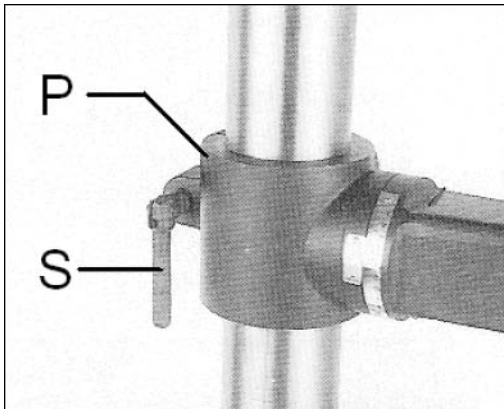

Fig 4
Den Klemmgriff (S, Fig 4) in den Säulenflansch (P) einschrauben.